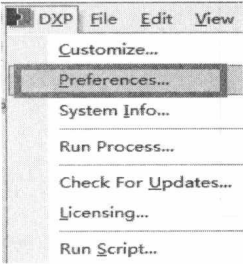
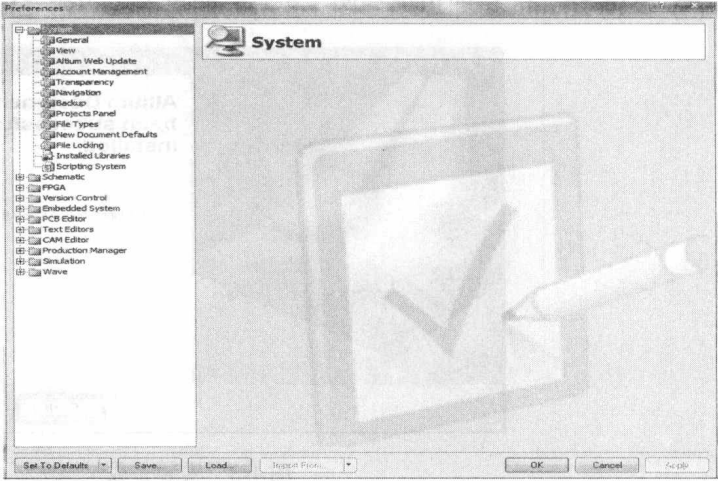

图 1-11 优选项
图 1-12 系统设置
(1) 打开 Altium Designer 后选中【DXP】菜单下的【Preference】(优选项)并打开，如图 1-11 和图 1-12 所示。